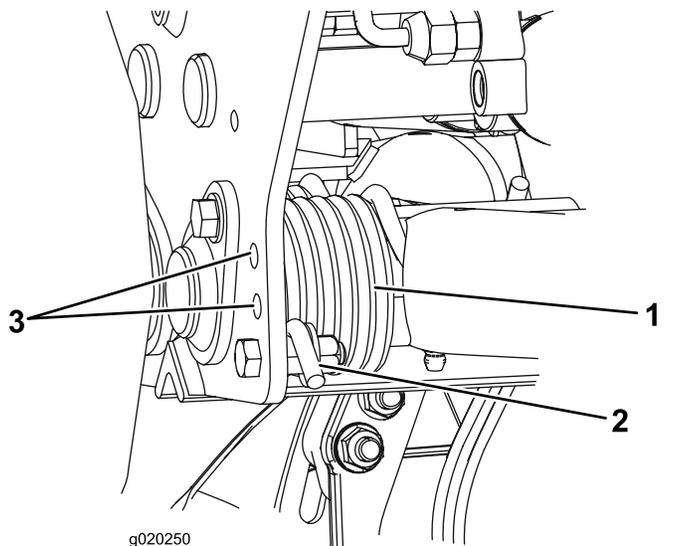

図 35
- 調整作業の最中に、スプリングのテンションが掛からないようにするため、スプリングの長い方の端にパイプなどを通してスプリングの力を殺しておく 図 35。